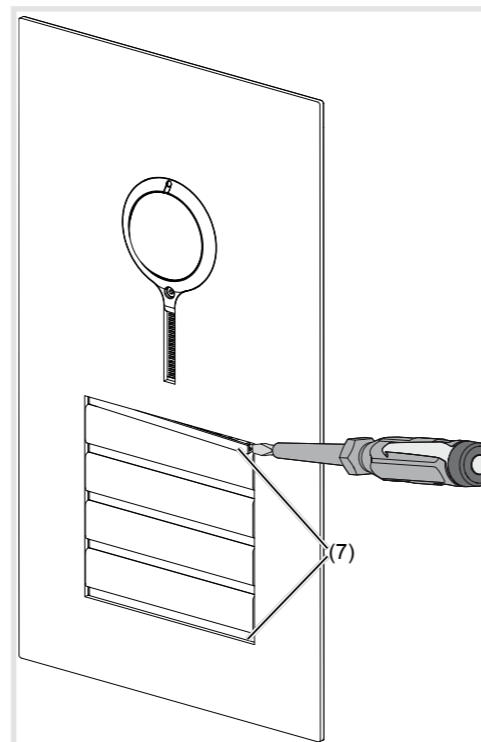

Figura 16: svitatura delle strisce di copertura
- Sollevare in avanti ed estrarre le strisce di copertura di bloccaggio (7) sopra e sotto con il cacciavite (figura 16).